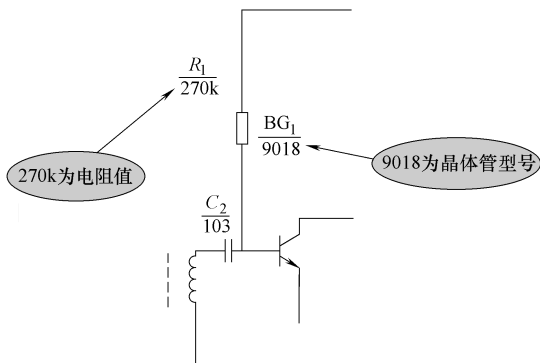

图 3-32 示意图
2) 给出各元器件参数。它给出了电路中各元器件的具体参数,如型号、标称值和其他一些重要数据,为检测和更换元器件提供了依据。如图 3-32 所示,更换某个晶体管时,可以查阅图中的晶体管型号标注(BG1为老旧符号,现晶体管用 VT 表示)。